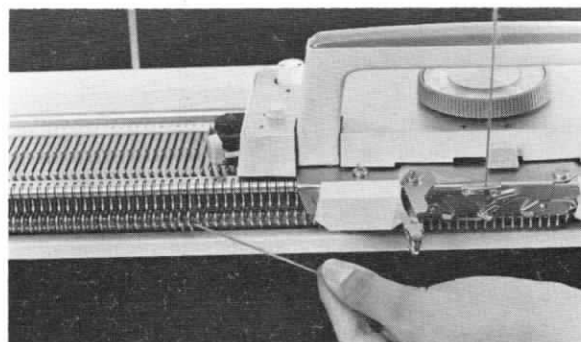

Fig. 38
l) Tirar ligeramente de la lana a lo largo de las platinas y hacia la derecha hasta que la lana quede tendida como indica la Fig. 38;